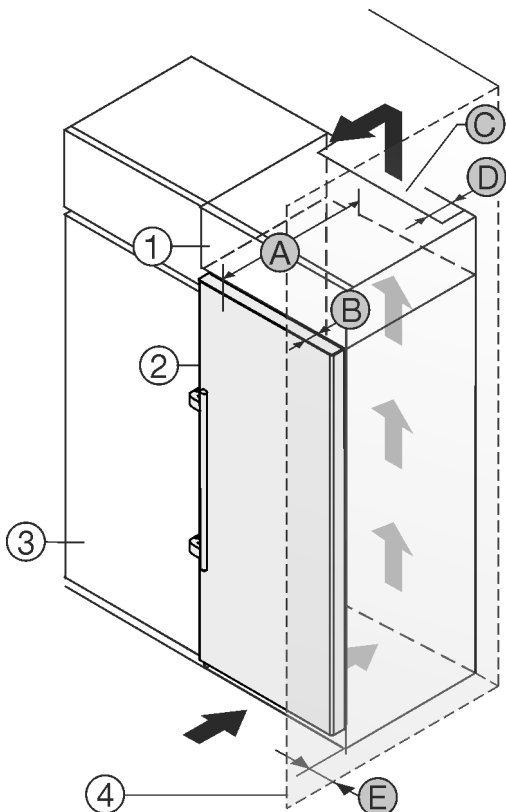

Fig. 2
Пристрій встановити безпосередньо поряд із кухонною шафою Fig. 2 (3).\*
Зі зворотного боку шафи для встановлення на пристрій слід передбачити вентиляційну шафу завглибшки Fig. 2 (D) на всю ширину цієї шафи.\*
Слід дотримуватись вентиляційного отвору Fig. 2 (C) в стелі приміщення.\*
Якщо пристрій із шарнірами встановлюється поряд зі стінкою Fig. 2 (4), відстань між пристроєм та стінкою повинна бути не менше 57 мм. Це відповідає необхідній відстані для ручки після відкриття дверцят.\*
Щоб мати можливість повністю відкривати дверцята, потрібно, щоб пристрій стояв на відстані глибина дверей Fig. 2 (B) відносно передньої панелі кухонної шафи. Залежно від глибини кухонних шаф Fig. 2 (3) та використання пристінних розпірок пристрій може ще більше видаватися вперед.\*